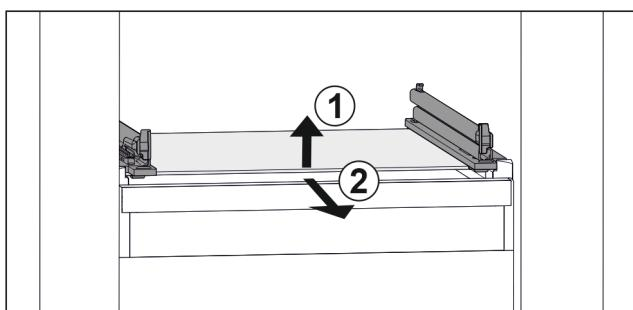

Fig. 112 Príklad zobrazenia sklenenej dosky
- Nadvihnite sklenenú dosku vpred. Fig. 112 (1)
- Odoberte sklenenú dosku dopredu. Fig. 112 (2)